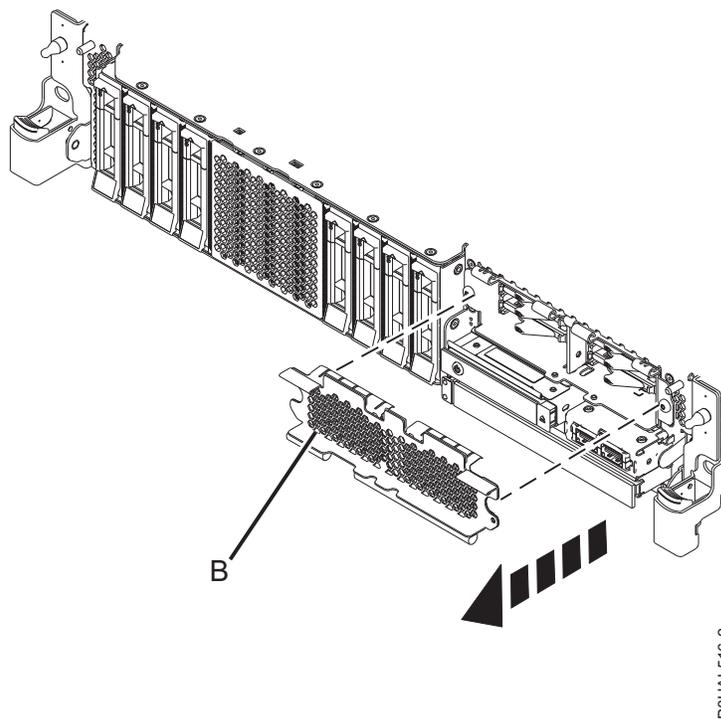

Figura 15. Extracción de la cubierta del receptáculo de la SSD para acceder a las ranuras de SSD en un sistema función ampliada
14. Para acceder a las ranuras SSD, extraiga la placa perforada (B) que cubre el receptáculo de la SSD tal como se muestra en Figura 15.